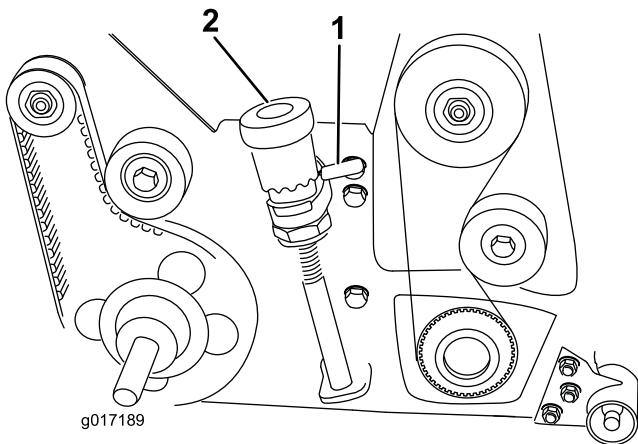
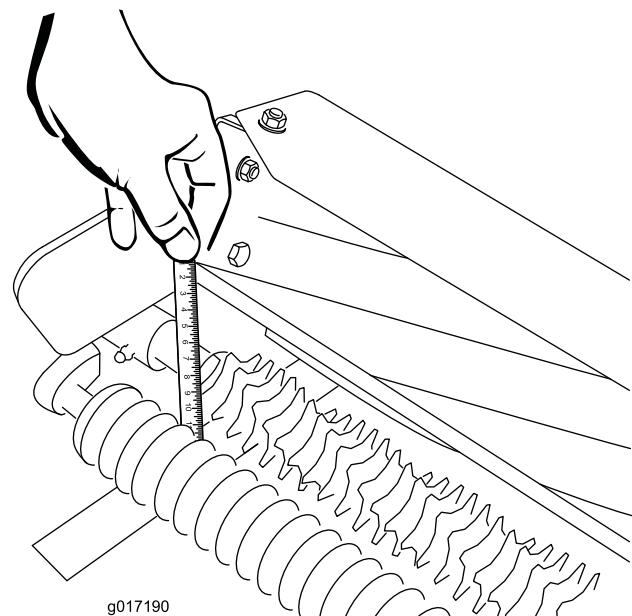

Figure 13
Figure 14
- À l'aide des leviers de levage rapide (des deux côtés), abaissez le cylindre nettoyeur en position de peignage (Figure 13).
- À une extrémité de l'arbre du nettoyeur, mesurez la distance entre la pointe de lame la plus basse et la surface de travail (Figure 14). Soulevez et tournez le bouton de réglage de précision (Figure 13) pour relever ou abaisser la pointe de la lame. Chaque cran du bouton de réglage de précision correspond à environ 0,17 mm de profondeur du nettoyeur.
Important: Lors du transport de la machine, veillez à relever le cylindre nettoyeur en position de transport (relevée). Pour relever le cylindre nettoyeur, tournez les leviers de relevage rapide droit et gauche de manière à ce qu'ils soient dirigés vers l'arrière (Figure 13). Pour l'abaisser, tournez-les vers l'avant.